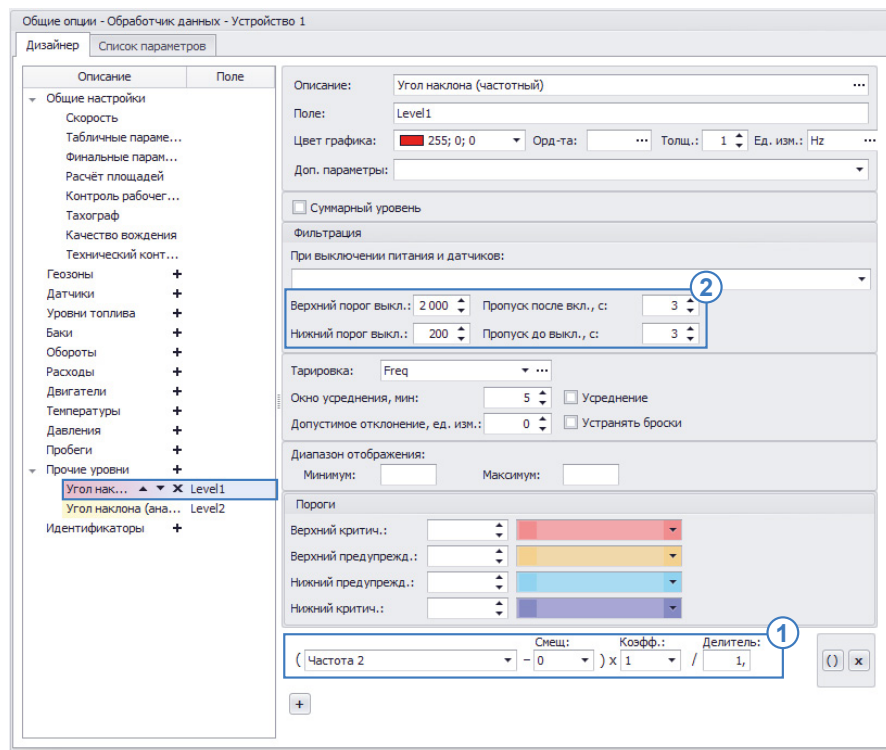

Рис.43. Пересчет показаний частоты в углы наклона.
- в Дизайнере добавьте новый параметр в группе «Прочие уровни» (**Рис.43**);
- создайте выражение для получения показаний частоты с цифрового входа 2 контроллера и пересчета этих показаний в углы наклона (**Рис.43, п.1**). Пересчет частоты в угол наклона выполняется по формуле, заданной для датчика «ТКАМ»:
- настройте фильтрацию показаний угла наклона, выходящих за пределы возможного диапазона. Датчик «ТКАМ» осуществляет измерение угла наклона в диапазоне от 0 до 180 градусов. Т.е. все значения вне этого диапазона можно считать ошибочными (**Рис.43, п.2**);